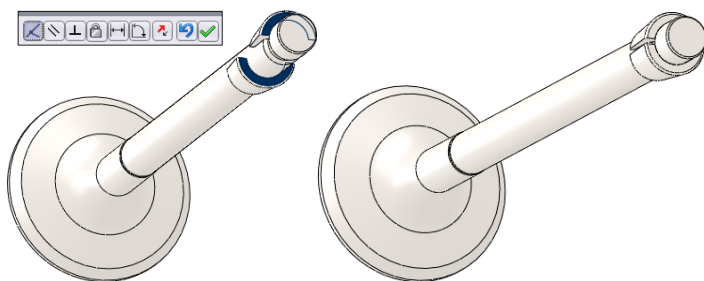

图 16-152 添加重合配合
- 11 选择如图 16-152 左图所示的面，单击 【重合】按钮，单击【配合】对话框中的 【确定】按钮，完成添加配合，如图 16-152 右图所示。